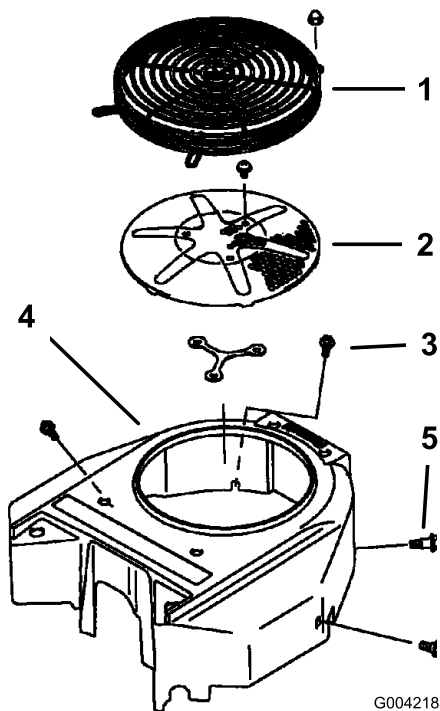

Figura 73
Prima dell'uso, eliminate erba, morchia ed altri detriti accumulatisi sulla griglia del motore. In questo modo garantirete un'adeguata ventilazione e una corretta velocità del motore e ridurrete la possibilità di surriscaldamento e danni meccanici al motore (Figura 73).
- Rimuovete la griglia della presa d'aria, l'avviatore autoavvolgente e la sede della ventola (Figura 73).
- Installate la griglia della presa d'aria, l'avviatore autoavvolgente e la sede della ventola (Figura 73).